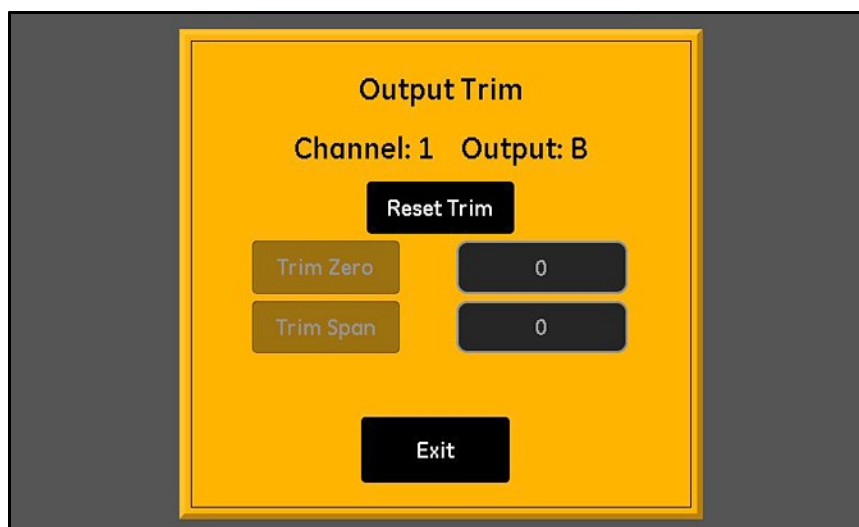

Figura 45: Tela Compensação de saída
3. Toque no **Canal (1-6)** e **Saída (A ou B)** a serem compensados e toque no botão **Compensar** para abrir uma tela semelhante à *Figura 45* abaixo.